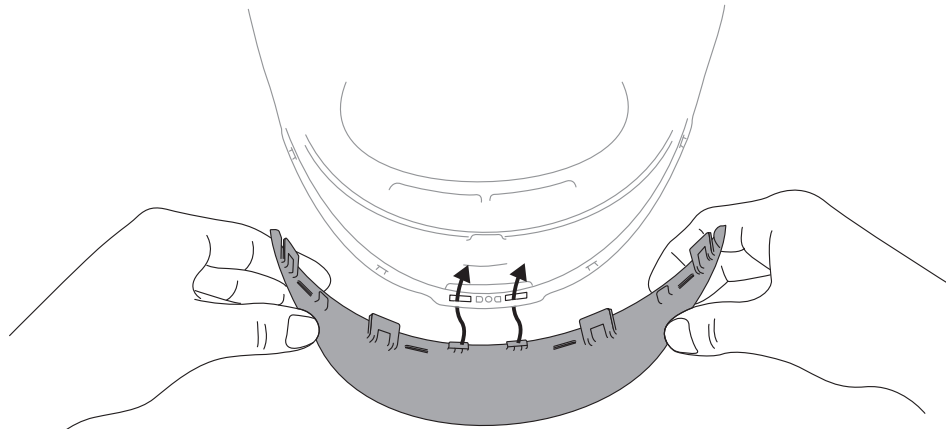
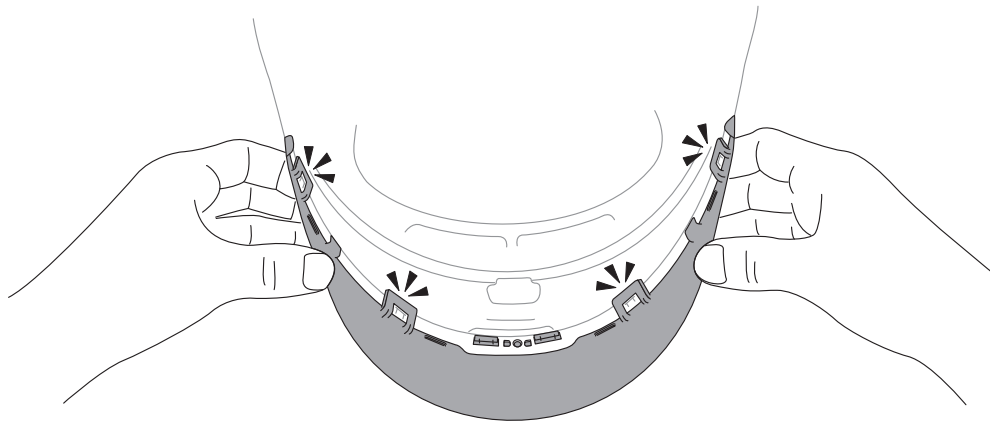
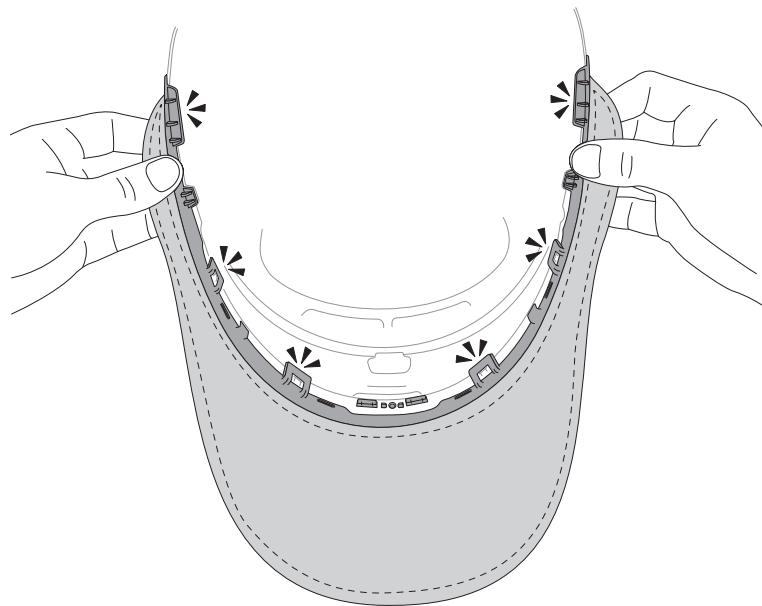

Fig. 19b
Fig. 19c
Fig. 19d
- c. Para reinstalar la cubierta para el cuello rígida, en primer lugar, alinéela hasta los dos pequeños insertos del centro de la cubierta para el cuello. Luego, alinee los 4 clips a lo largo de la parte inferior de la cubierta para el cuello y deslice la cubierta para el cuello de plástico rígido en su lugar. Se escucharán cuatro "clicks" audibles. La cubierta para el cuello ahora estará correctamente instalada (Fig. 19b y 19c).
- d. La cubierta para el cuello de tela o cuero incluye un juego adicional de clips de retención en el borde exterior. Para instalar la cubierta para el cuello de tela o cuero, alinéela hasta los dos pequeños insertos del centro de la cubierta para el cuello, como se muestra en la Fig. 19b. Luego, encaje en su lugar los 4 cierres, como en la Fig. 19c, y los clips exteriores adicionales (Fig. 19d).